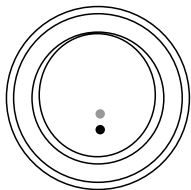

Fig.4
- Este mismo sistema de seguridad impide que el aparato pueda ponerse en marcha si se excede el nivel máximo de agua permitido y que está indicado con un punto rojo en el visor de cristal (Fig. 4).
- Verter agua mezclada con un 10% de sal hasta que el nivel alcance el punto verde situado en la mirilla (Fig.4), y a continuación el aceite hasta llegar a la marca que indica el nivel MÁXIMO (4,5l + 1l de agua).